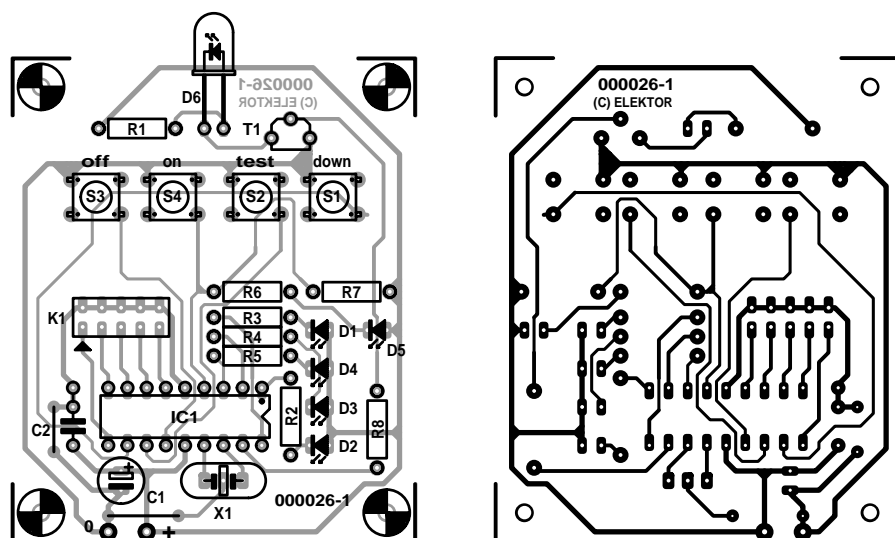

Figure 4. Disposition et plan de montage de la platine adaptée à un boîtier de télécommande.
Bien que la platine de la minuterie représentée dans la figure 4 soit du type simple face, S1 à S4 et D1 à D5 seront montés côté « pistes » pour permettre aux organes de commande et d'affichage de se trouver du même côté. Le boîtier de la télécommande indiqué dans la liste de pièces détachées comporte déjà 4 capuchons pour les boutons dont il faut adapter la hauteur de montage en conséquence. Percer 5 trous dans la coque supérieure du boîtier pour les LED de 3 mm. Veiller ici aussi à la position de montage. La LED de 5 mm à IR passe par un trou frontal du boîtier et est raccordée au moyen de fil de connexion. Le compartiment des piles qui se trouve dans la moitié inférieure du boîtier est conçu pour contenir 2 piles mignon (R3 ou AAA) et leur fixation. Il est aussi possible de se servir de piles rondes R 06 (AA) en se passant de fixation.